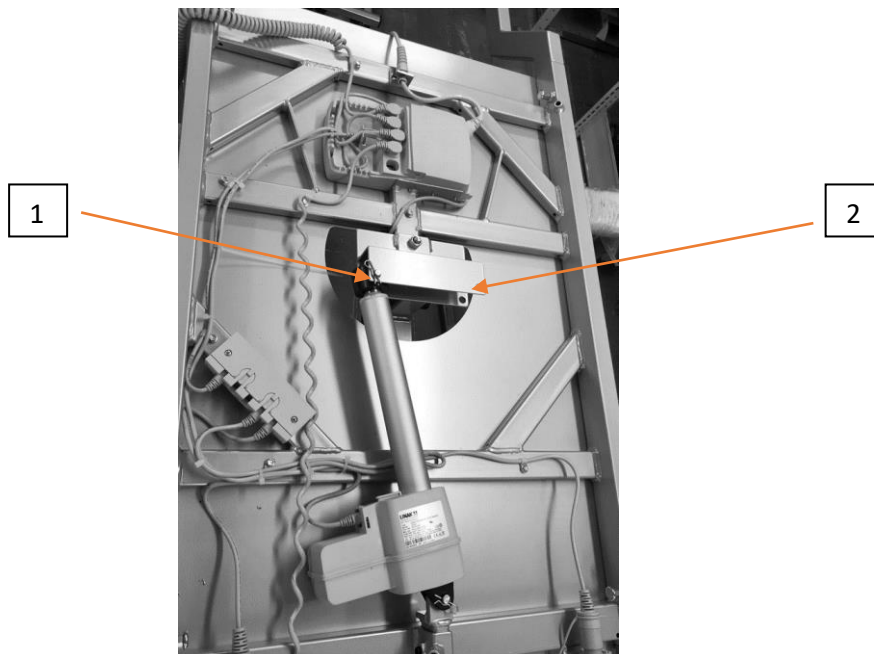

Abbildung 10: Drehrichtungswechsel
Lösen Sie den Pin des Bolzens (1), um den Drehmotor verstellen zu können. Entfernen Sie den Bolzen aus der Bohrung, sodass der Drehmotor frei liegt. Der Bolzen sitzt sehr fest, damit ein möglichst geringes Spiel vorliegt. Bewegen Sie nun den Drehmotor an die Position (2) und montieren Sie erneut den Bolzen. Vergessen Sie nicht den Pin zur Sicherung des Bolzens. Mit der Verstellung des Drehmotors wurde die Drehrichtung angepasst. Achten Sie nun noch auf die Kabelführung des Kabels, welches den Grundrahmen mit dem Drehkreuz an der oberen Seite verbindet. Dieses muss auf die gegenüberliegende Seite gelegt werden. (vgl. Abbildung 10)